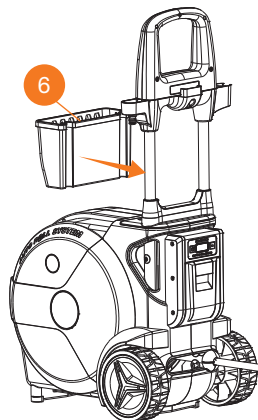

Рис. 10
- Присоедините корзину для аксессуаров **6** (Рис. 10).